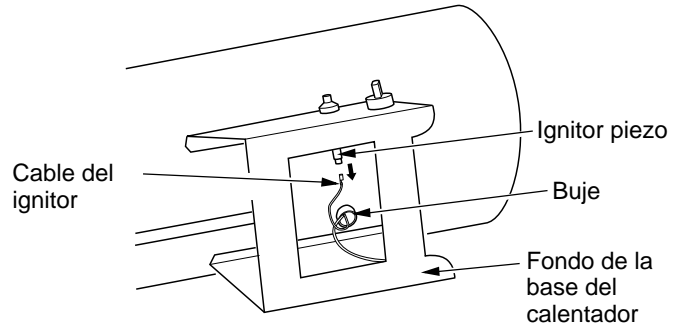

Figura 14: Extracción del cable del ignitor del ignitor piezo
| El calentador no arde. | <ol style="list-style-type: none"> 1. El usuario no siguió correctamente las instrucciones de instalación o de operación 2. No se produce la chispa en el ignitor. Para probar que se produzca la chispa, siga el paso 9 en Ignitor, página 10. Si ve que se produce la chispa en el ignitor, procure que una persona calificada le dé servicio al calentador. Si no se produce la chispa: <ol style="list-style-type: none"> A) Cable del ignitor flojo o desconectado B) Tamaño de la cavidad de la chispa incorrecto C) Ignitor piezo flojo D) Electrodo del ignitor defectuoso | <ol style="list-style-type: none"> 1. Repita las instrucciones de instalación y operación. Consulte Instalación, página 5 y Funcionamiento, página 6 2. A) Revise el cable del ignitor Apriete o vuelva a fijar el cable del ignitor que está flojo. Consulte la figura 14, página 10 para ver la ubicación del cable del ignitor B) Deje una cavidad de 4,3 mm (0,17 pulgadas) entre el electrodo del ignitor y la placa de fijación C) Apriete la tuerca que sostiene el ignitor piezo a la base del calentador D) Reemplace el electrodo del ignitor. Consulte Ignitor, página 10 |
- Extraiga el cable negro del ignitor del ignitor piezo. Acceda al cable del ignitor a través del fondo de la base del calentador (consulte la figura 14). Empuje el cable hacia arriba a través del buje en la cubierta del calentador.